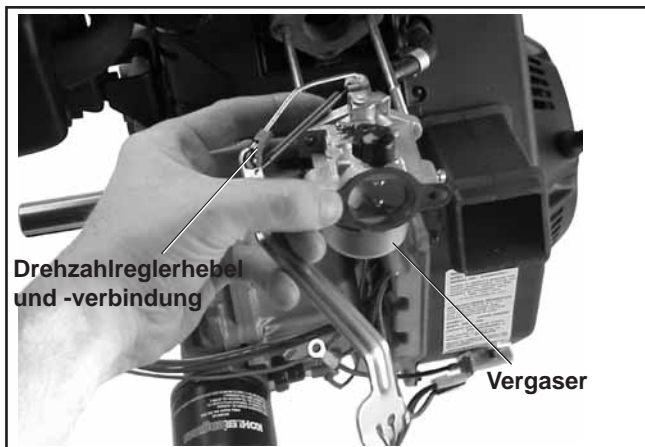

Abbildung 9-11. Ausbau von Vergaser und Drehzahlreglerhebel.
3. Entfernen Sie den Vergaser und Drehzahlreglerhebel mitsamt Verbindungsteilen vom Motor. Siehe Abbildung 9-11.